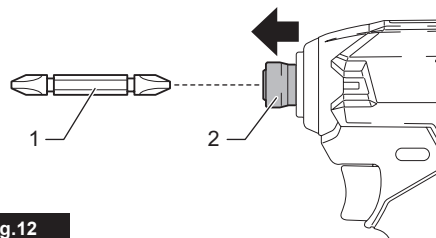

Fig.12
► Рис.12: 1. Паз 2. Крючок 3. Винт